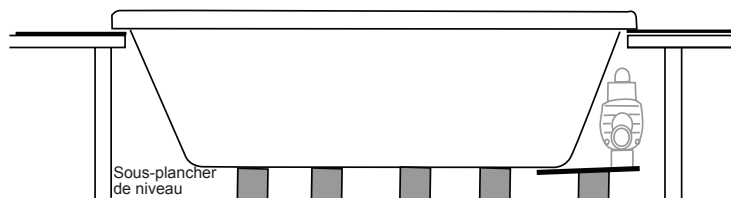

Figure 11
- 11** Retirez les morceaux de retailles de bois et abaissez la baignoire complètement dans l'ouverture (figures 11 et 12).